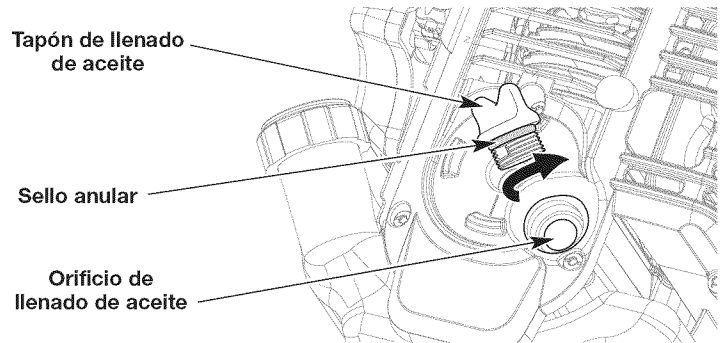

Fig. 8
4. Desenrosque el tapón de llenado de aceite (Fig. 8).
5. Vierta el contenido de la botella completa en el orificio de llenado de aceite (Fig. 8). **NO** rebose el tanque. Consulte la sección *Cómo comprobar el nivel de aceite*.
**NOTA:** Asegúrese de que el sello anular esté colocado en el tapón de llenado de aceite (Fig. 8).